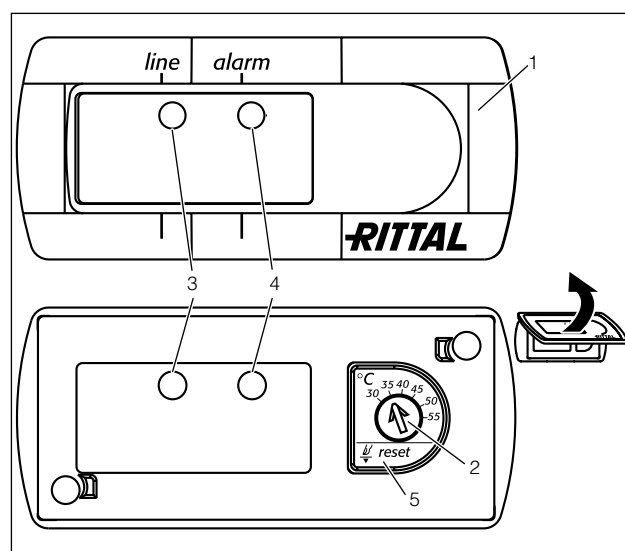

Fig. 36 : Régulateur basic
- Régler la température de consigne sur la valeur souhaitée à l'aide du bouton de réglage (fig. 36, page 23).
- Appuyer sur la touche Reset (fig. 36, n° 5) pendant au moins 3 secondes.